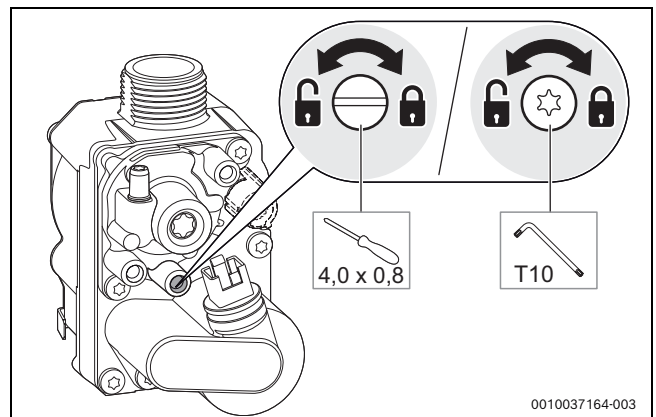

Bild 51 Gas-Anschlussdruck messen
- ▶ Schraube am Messstutzen für den Gas-Anschlussdruck 2 Umdrehungen lösen (→ Bild 51).